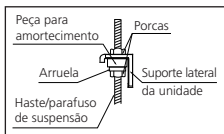

FIG. 41
- Alinhe com firmeza a unidade ajustando as porcas nos suportes laterais para garantir o nivelamento da unidade. Fig. 41.